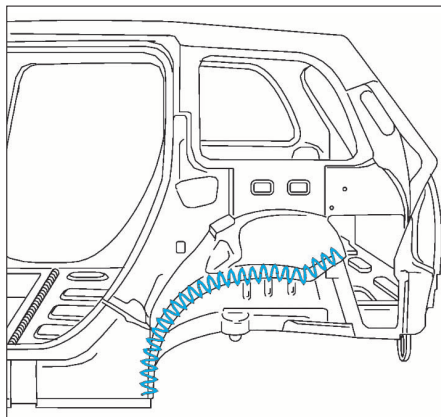

FIG. 135
- Après ajustage, déposer un cordon de colle (Fig.135).